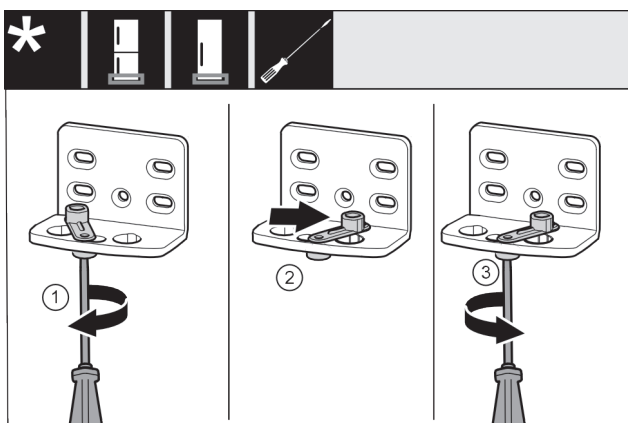

Fig. 13
- Afloje el tornillo Fig. 13 (1) con el destornillador.
- Levante el dispositivo de cierre de la puerta Fig. 13 (2) y gírelo 90° a la derecha hacia el orificio.
- Apriete el tornillo Fig. 13 (3) con el destornillador.